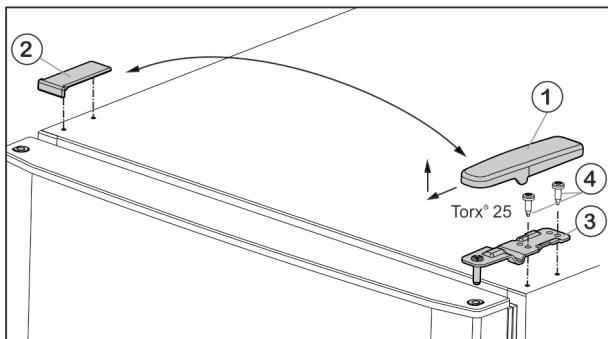

Fig. 5
- ▶ Издигнете покритието Fig. 5 (1) напред и нагоре.
- ▶ Свалете покритието Fig. 5 (2).
- ▶ Развийте горната лагерна стойка Fig. 5 (3) с (2 x Torx® 25) Fig. 5 (4) и издърпайте нагоре.
- ▶ Поставете горната лагерна опора Fig. 5 (3) върху новата страна на шарнира във вратата.
- ▶ Затегнете горната лагерна опора здраво (с 4 Nm) (2 x Torx® 25) Fig. 5 (4). Евентуално използвайте акумулаторна отвертка.
- ▶ Поставете капака Fig. 5 (1) от срещуположната страна отвън и го фиксирайте.
- ▶ Поставете капака Fig. 5 (2) също от срещуположната страна отгоре и го фиксирайте.